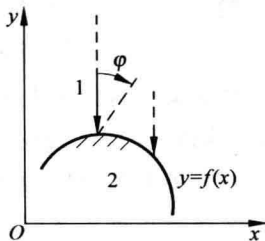

图 1.5 题 1.1.10 图
1.1.10 有同学认为,教材论述说高副有 2 个自由度,有 1 个约束,即不能沿高副接触点的法线方向移动,可是如图 1.5 所示的高副,构件可以向上沿法线方向移动,这是否说明高副对构件沿法线方向的运动没有约束?